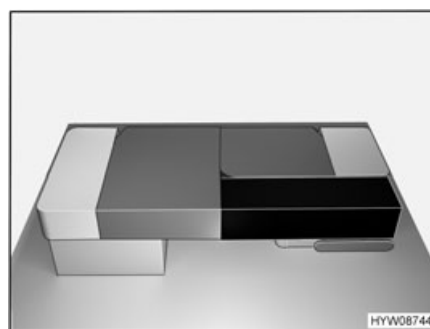

Fig. 47 Dopo la trasformazione
- Sistemare il cuscino del sedile e dello schienale come illustrato nella Fig. 47.
- Sistemare un cuscino aggiuntivo come illustrato nella Fig. 47.